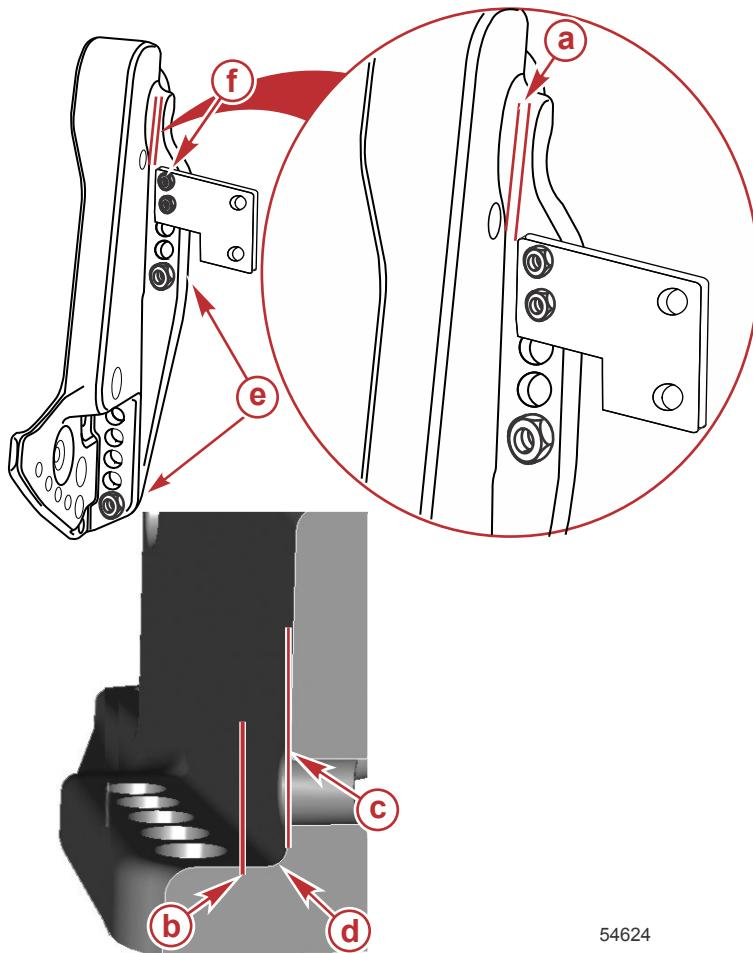

Figure 1
Une fois le moteur monté sur le tableau arrière ou la plaque de relevage, conformément aux instructions d'installation du moteur, il est acceptable de fixer un accessoire au bateau au moyen des trous de boulon inutilisés de l'étrier de presse du tableau arrière, comme illustré dans la Figure 1.
- L'installation ne doit pas créer de problèmes d'interférence, comme une plaque de fixation d'accessoire reposant dans le rayon de l'étrier de presse du tableau arrière. Voir la Figure 1.